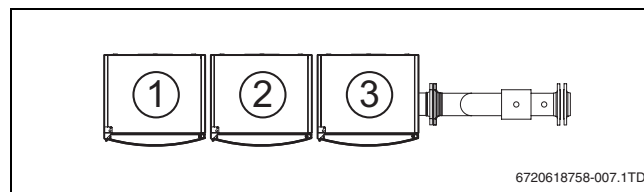
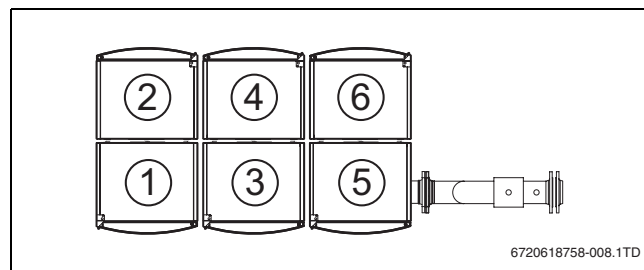

Fig. 6 Plaatsvolgorde TL lijnopstelling
Fig. 7 Plaatsvolgorde TR ruggelingse opstelling
- ▶ Hang het eerste cv-toestel volgens fig. 6 of fig. 7 aan het cascadeframe.
Bij het toepassen van een aansluitset cv / ww in combinatie met een Nefit TopLine HR 70 dient deze volgens fig. 6 of fig. 7 op positie 1 of 6 te worden geplaatst.